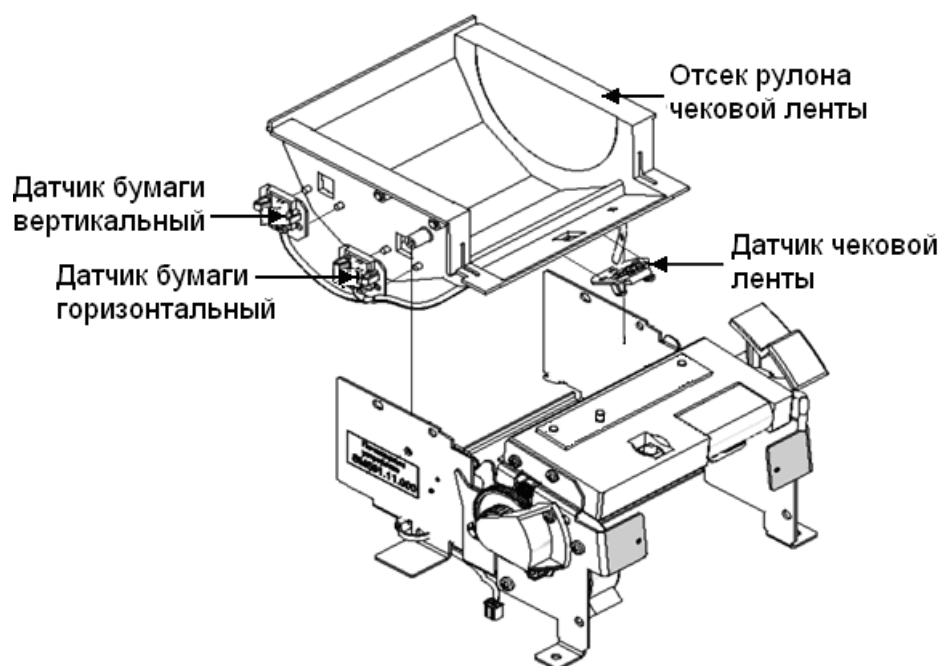

Рисунок 11 Датчики наличия/отсутствия рулонной бумаги
2. Соблюдая осторожность, во избежание повреждения платы датчиков, оторвите датчики от корпуса отсека чековой ленты. Датчики крепятся при помощи клея (см. Рис. 11).